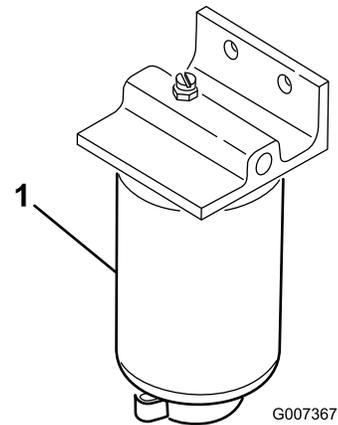

Bild 59
1. Stellen Sie einen sauberen Behälter unter den Kraftstofffilter (Bild 59).